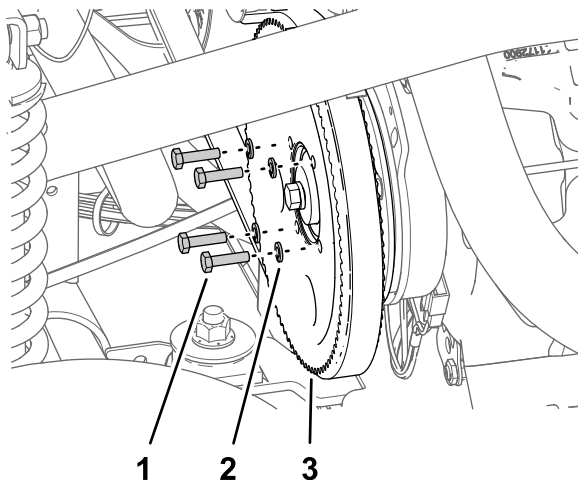

Рисунок 181
3. Отверните 4 болта (¼ x 1 дюйм) и снимите 4 стопорные шайбы (¼ дюйма), которые крепят шкив к насосу опрыскивателя (Рисунок 181).